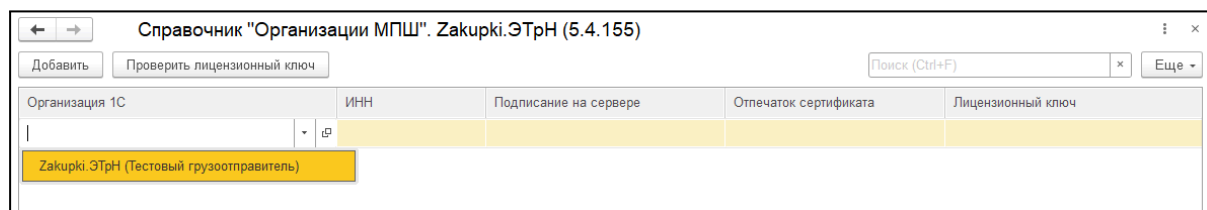

Рис. 82. Выбор организации 1С
1. Нажмите на кнопку «Добавить» (рис. 82).
2. В поле «Организация 1С» из раскрывающегося списка выберите организацию (рис. 82).